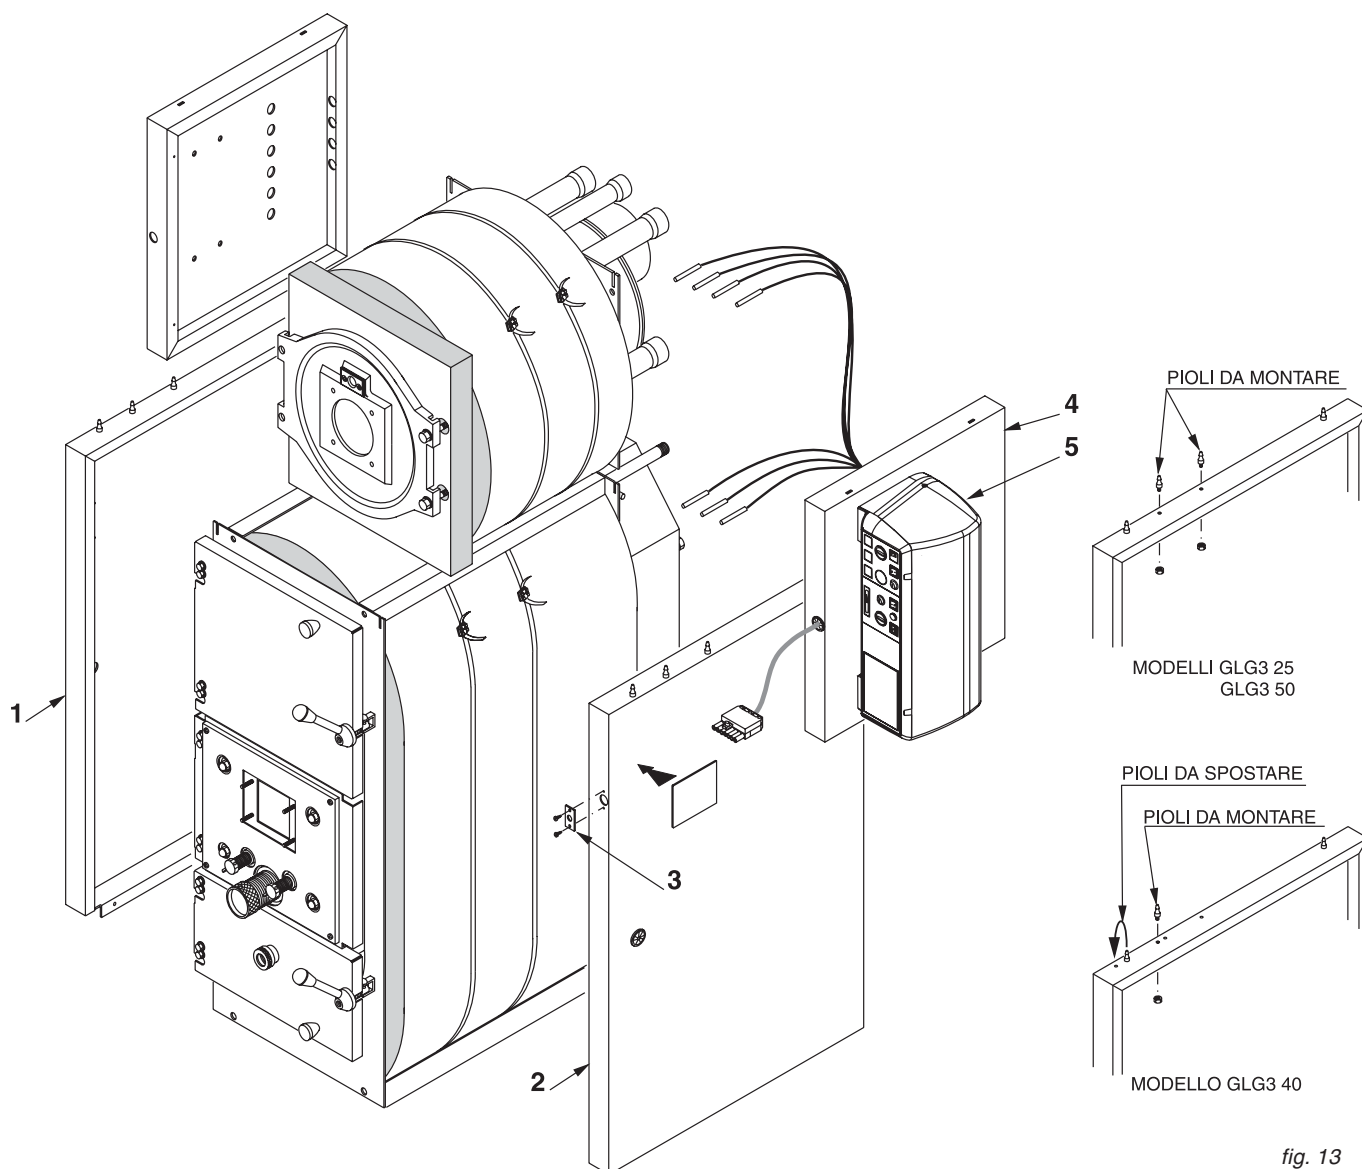

fig. 13
- D) Assiemare (a terra) il pannello strumenti al fianco destro caldaia gasolio/gas (pos. 4 e 5). Inserire il cavo collegamento bruciatore nel passacavo anteriore ed eseguire il collegamento elettrico come da schemi riportati al cap. 3.11 e 3.12.
N.B.: I pioli posti nella parte superiore dei fianchi mantello caldaia a legna, devono essere posizionati come da dettagli sul lato destro della fig. 13 secondo i modelli delle caldaie.